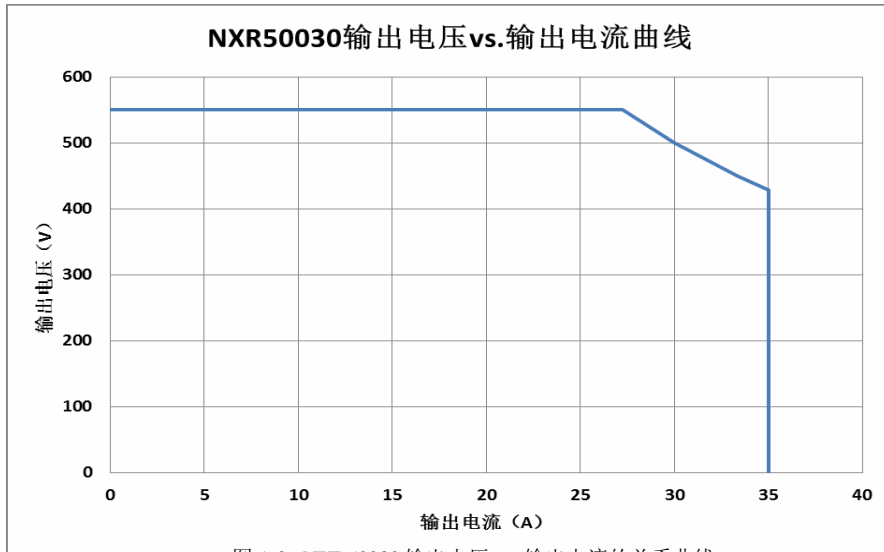

图 1-3 NXR50030 输出电压 vs. 输出电流的关系曲线
2) NXR50030 额定输入电压时，模块允许输出功率为 15kW，模块输出电压与输出电流的关系如图 1-3 所示。